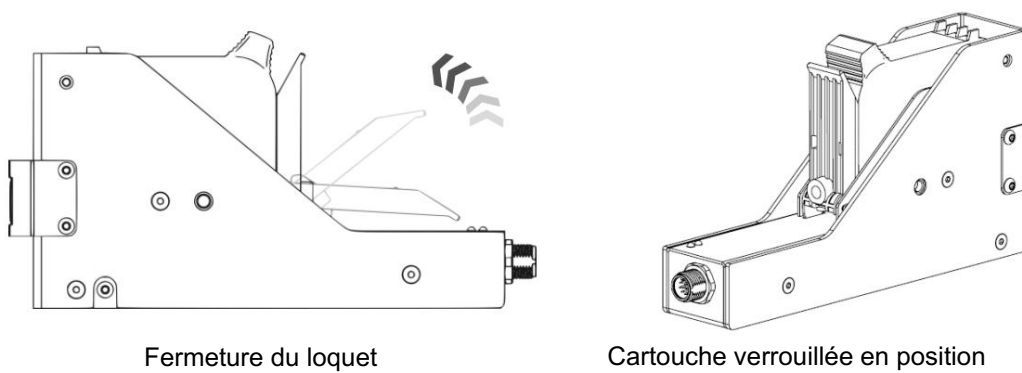

Figure 32
- Fermez le loquet et verrouillez la cartouche en place comme indiqué sur la figure 32.